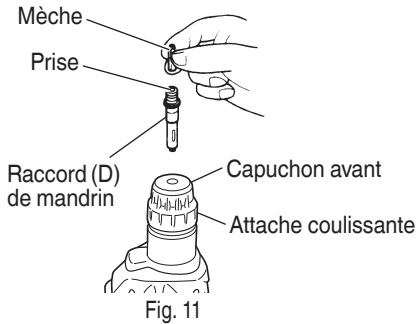

Fig. 11
4. Lors du vissage des vis machine (Fig. 11)
- Tout d'abord, insérer la pièce dans la prise à l'extrémité de l'adaptateur (D) de mandrin.
- Monter ensuite l'adaptateur de mandrin (D) sur l'unité principale en suivant les procédures décrites aux paragraphes 6 (1), (2), (3) de "AVANT L'UTILISATION", placer la pointe du foret dans les encoches sur la tête de la vis, saisir l'unité principale et serrer la vis.
5. Enfoncement de vis à bois (Fig. 11)